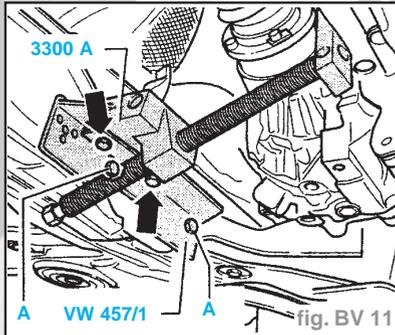

fig. BV 11
- Visser la glissière-support **VW 457/1** sur les deux alésages filetés servant aux vis de fixation de l'appui pendulaire sur le berceau (fig. BV 11).
- Déposer le dispositif d'appui **3300 A** (flèches) (fig. BV 11).